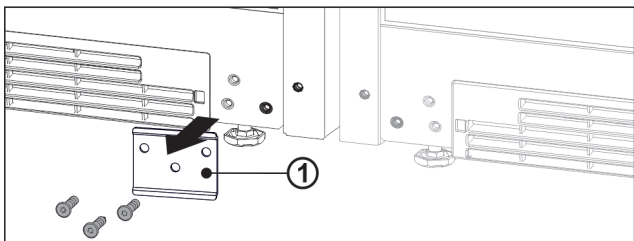

Fig. 13
- ▶ Ha a lemez Fig. 13 (1) fel van szerelve, csavarozza ki azt.